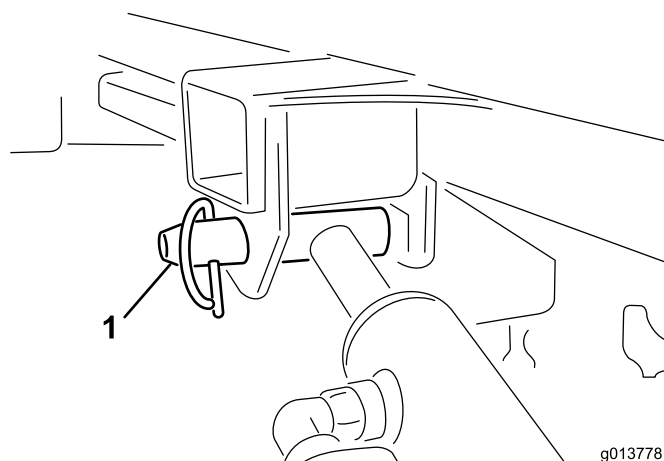

Bild 44
11. Halten Sie den Hubzylinder mit einer Hand fest. Entfernen Sie den Arretierstift des Hubzylinders mit der anderen Hand (Bild 44).